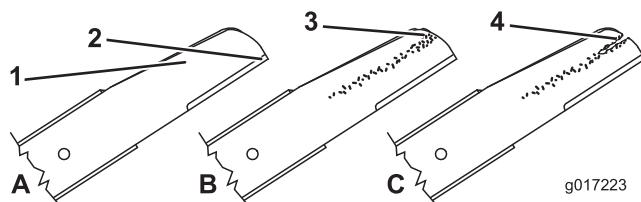
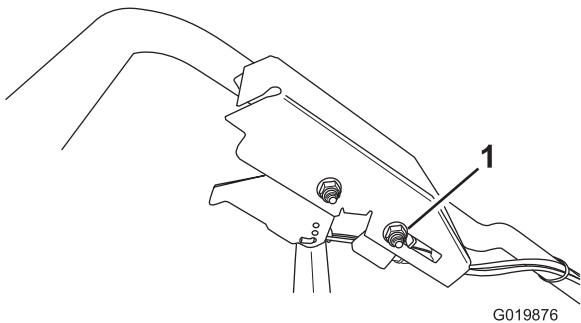

Figura 34
Figura 42
- Inspeccione los filos de corte (Figura 34). Si los filos de corte no están afilados o tienen muescas, retire las cuchillas y haga que las afilen o cámbielas.
- Inspeccione las cuchillas, especialmente la parte curva (Figura 42). Si observa cualquier daño o desgaste, o la formación de una ranura en esta zona (Figura 34), cambie las cuchillas inmediatamente por cuchillas nuevas.
2. Afloje la tuerca del soporte del cable (Figura 42).